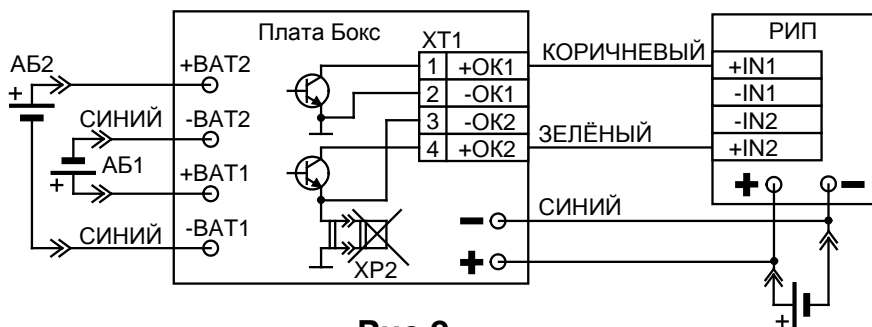

Рис.2
– по интерфейсу, в случае его подключения к РИП имеющие специальные входы (схема подключения Рис.2);
2.2.4 Порядок подключения к РИП (схема Рис.2).
1) Подключить провода кабеля, идущего от интерфейсного разъема ХТ1 Бокса, к соответствующим клеммам РИП согласно схеме приведенной на Рис.2. Неиспользуемые провода заизолировать.
5) Подключить клеммы выходного кабеля, **соблюдая полярность**, непосредственно к выводам АБ, которая устанавливается в источник питания РИП (т.е. параллельно клеммам источника питания, см. рис.2).
2.3.1 Для работы Бокса совместно с приборами, имеющими специальные входы IN1 и IN2, подключение производится по схеме на рис.2. Использование специального интерфейса позволяет управлять работой Бокса, и получать информацию о его состоянии. Это даёт возможность наиболее полно использовать ресурс внутренних АБ Бокса.